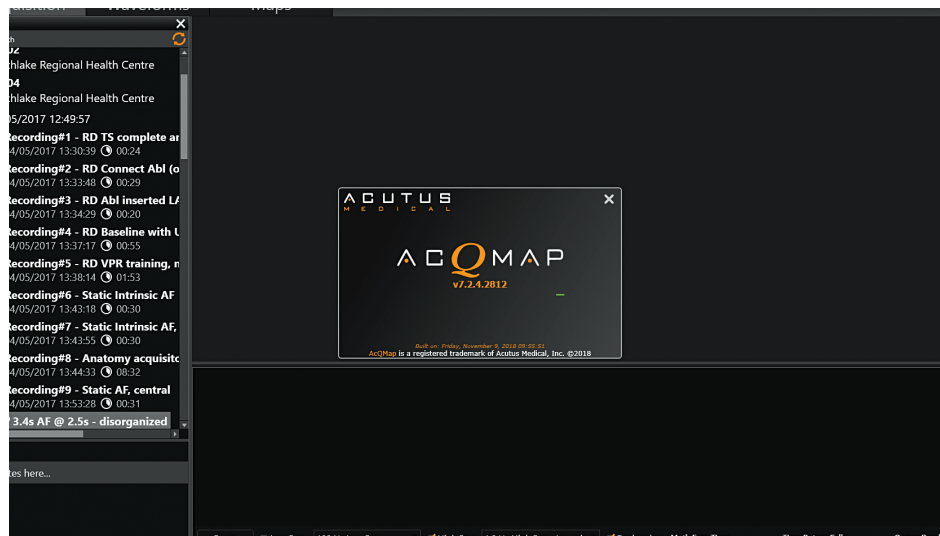

Abbildung 8-1. Startbildschirm der AcQMap-Konsole.
1. Warten Sie, bis die AcQMap-Konsole gestartet wird und der AcQMap-Anmeldebildschirm angezeigt wird. (Abbildung 8-1)